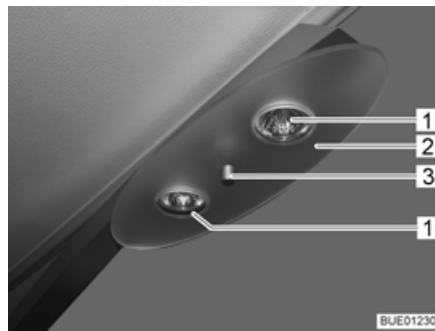

Bild 189 Halogendeckenleuchte
- Haltemutter (Bild 189,3) abschrauben und Deckplatte (Bild 189,2) abnehmen.
- Halogenglühlampe (Bild 189,1) entfernen.